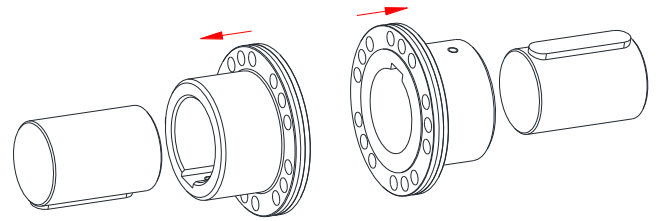

Figura 14: monte las bridas de los acoplamientos
- Monte las bridas del acoplamiento sobre el eje del lado conducido y motriz (véase figura 14).